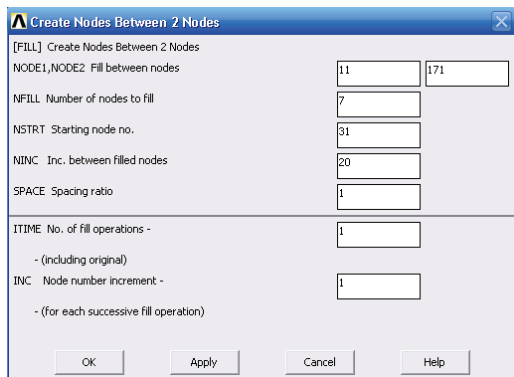
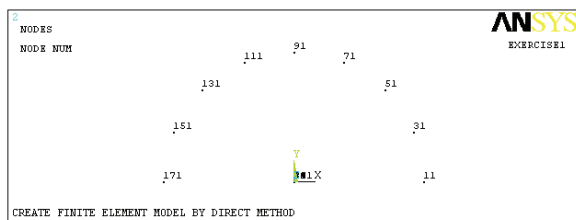

图 2-21 在两节点间创建节点对话框
图 2-22 生成的节点结果显示
9) 选择 Main Menu | Preprocessor | Modeling | Create | Nodes | Fill between Nds 命令，出现 Fill between Nds 拾取菜单，在输入栏中输入 11，171，单击 OK 按钮，出现 Create Nodes Between 2 Nodes 对话框，参照图 2-21 所示对其进行设置，单击 OK 按钮关闭该对话框。生成的节点结果如图 2-22 所示。